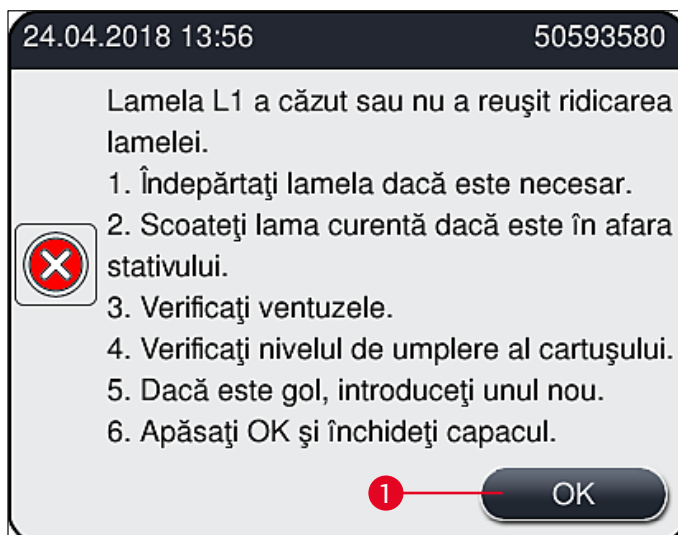

Fig. 111
În cazul în care **Modulul Pick&Place** pierde o lamelă în timpul transportului către o lamă sau **Modulul Pick&Place** nu poate îndepărta o lamelă din cartușul lamelă după 3 încercări, utilizatorul este informat în acest sens printr-un mesaj de eroare (→ Fig. 111).
- ① Dacă este afișat acest mesaj (→ Fig. 111), utilizatorul va trebui mai întâi să verifice dacă a fost pierdută o lamelă în timpul transportului către lamă sau dacă **Modulul Pick&Place** nu a reușit să preia o lamelă din cartușul lamelă.